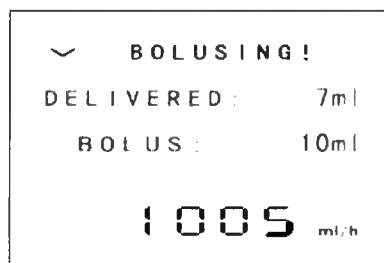

Рис. 30 – Экран отображающий ход введения болюса
6. Чтобы начать введение болюса, нажмите . Начнется введение болюса с заданными скоростью и объемом. Для того, чтобы напоминать пользователю, какой объем болюса введен, появится болюсный экран (рис. 30). Как только объем введенного болюса достигает заданной величины, насос автоматически переключается в режим с прежней скоростью инфузии; продолжается обычная инфузия.